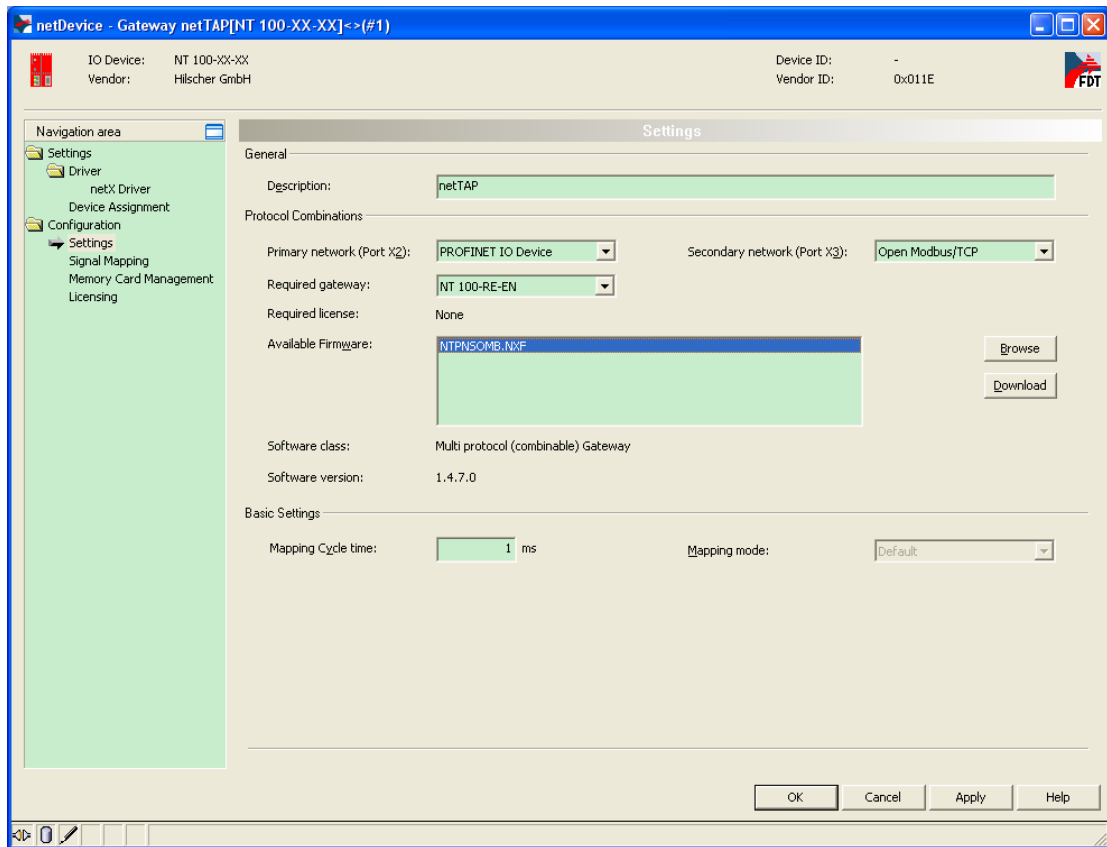

图 13
(13) 在“Setting”栏中，做如图 13 选择，X2 端口选择“PROFINET IO Device”，X3 端口选择“Open Modbus/TCP”，在单击对应的 Firmware 后，单击“Download”按钮下载 Firmware。在以后使用时，如果转换的协议没有改变，那该固件只需要下载一次即可。